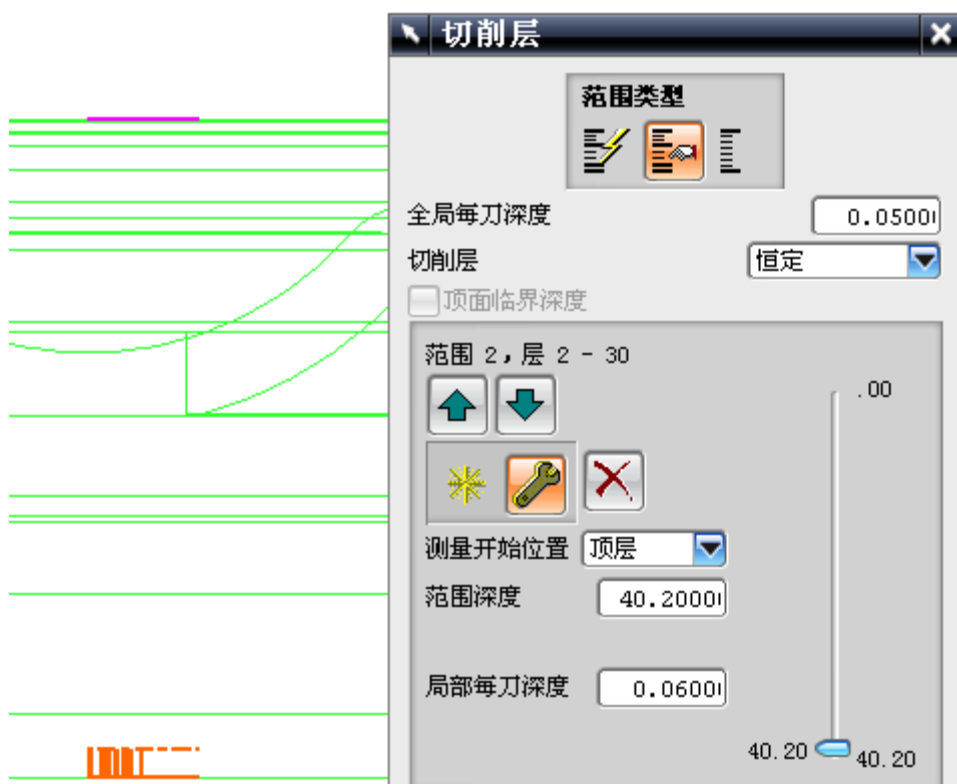

图 9-111
- 单击 , 打开切削层设置对话框, 设置如图 9-111 所示的参数, 注意定义切深范围为 38.5 到 40.2, 单击 OK。